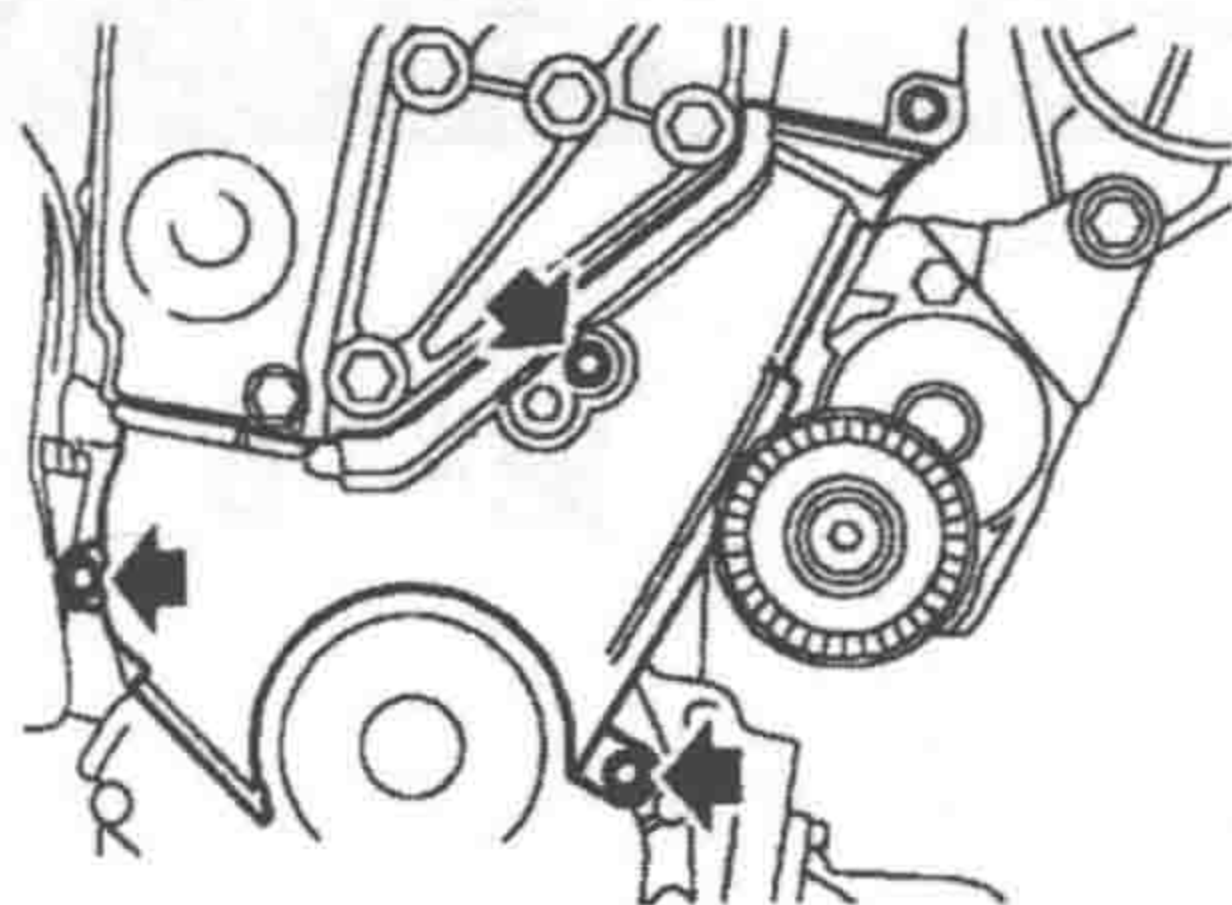

图 1-1-6 拆卸螺钉
⑭ 如图 1-1-6 所示，拆下 3 个固定螺钉，拆卸正时皮带前下盖和密封件。